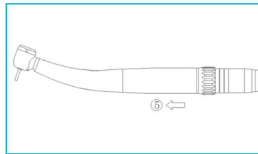

Fig. 6-3
- Sostenga firmemente el acoplamiento LED, extraiga el dispositivo médico mientras lo gira ligeramente (Fig. 6-3⑤).